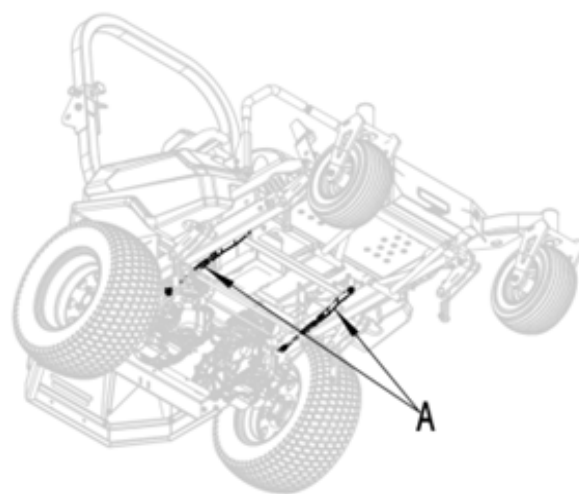

Рис. 21
7.5.3 Если необходимо отрегулировать левое колесо, найдите регулировочную тягу А (см. Рис. 21), более подробно положение регулировочной тяги А показано на рисунке 22.